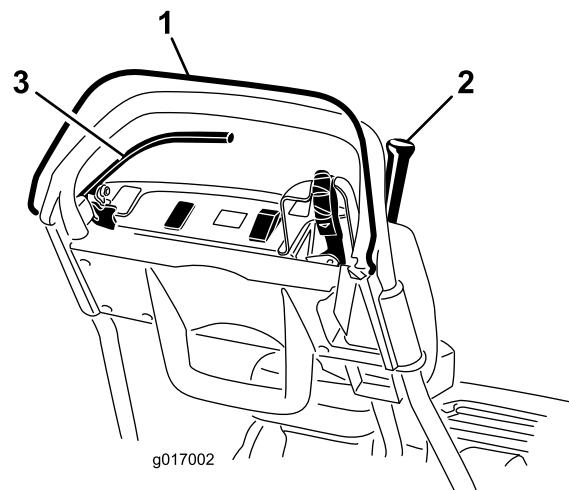

Figura 36
2. Con el CPO quitado, intente engranar la palanca de tracción (Figura 36). La palanca de tracción no debe engranarse. Si la palanca de tracción se engrana, es necesario ajustar el sistema de interruptores de seguridad. Corrija el problema antes de usar la máquina.
3. Con el CPO apretado y la palanca de tracción engranada, suelte el CPO (Figura 36). La palanca de tracción debe desengranarse. Si la palanca de tracción
4. Con el CPO apretado y la palanca de cambios hacia la izquierda, engrane la tracción y el molinete, y suelte el CPO (Figura 36). La palanca de tracción debe desengranarse. Si la palanca de tracción no se desengrana, es necesario ajustar el sistema de interruptores de seguridad. Corrija el problema antes de usar la máquina; consulte Mantenimiento del interruptor de seguridad de la tracción \(página 36\).